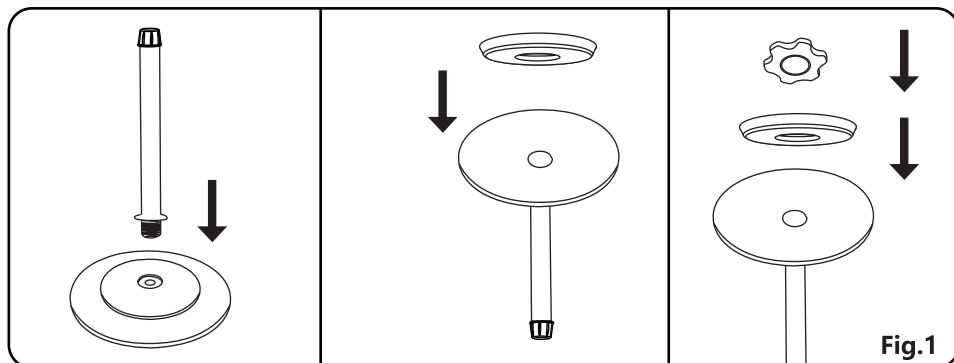

Fig.1
2. Collegare la base nera al coperchio della base.(Fig. 1)